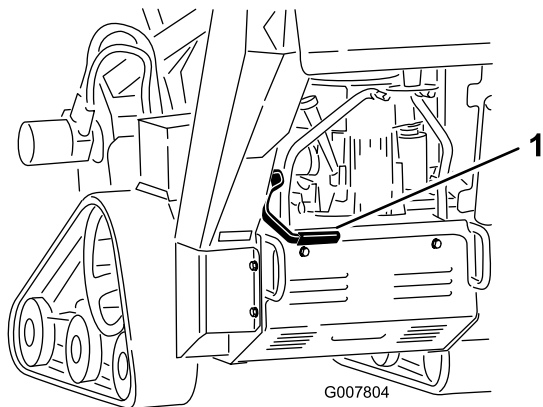

Figure 17
- Pour serrer le frein de stationnement, tirez le levier en arrière et vers le haut (Figure 17).
- Pour desserrer le frein de stationnement, tirez le levier en arrière et vers le bas (Figure 17).